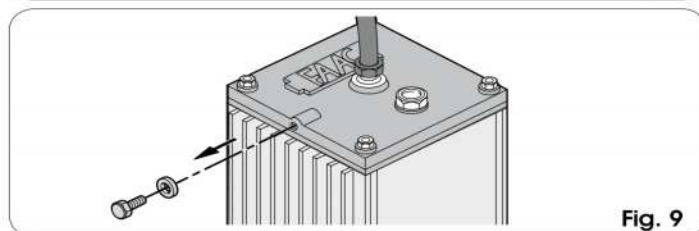

Fig. 9
- 3) Quite y guarde a parte el tornillo de purga como se indica en la Fig.9.
- 1) Asegúrese de que el tornillo de purga se haya retirado (Fig. 9)
4. Atornille el tornillo de purga en la centralita (Fig. 9).
11. Quite el tornillo de purga de la centralita (Fig. 9) y purgue el aire como se indica en el párrafo 8.2.